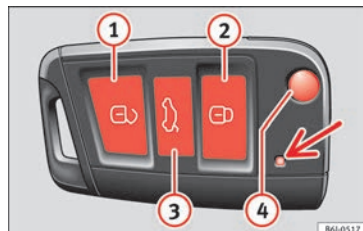

Fig. 122 Teclas de la llave con mando a distancia.
Con la tecla  » » fig. 122 del mando, se desbloquea el paletón de la llave.
Desbloqueo del vehículo  » » fig. 122 .
Bloqueo del vehículo  » » fig. 122 .
Desbloqueo del portón trasero. Pulse la tecla  » » fig. 122  hasta que todos los intermitentes del vehículo parpadeen brevemente. Al pulsar la tecla de desbloqueo  , dispone de 2 minutos para abrir el portón. Una vez transcurrido este tiempo se bloqueará de nuevo.
Además, el testigo de la pila de la llave » » fig. 122 (flecha), parpadea.
- Pulse la tecla   » » fig. 122 del mando a distancia.